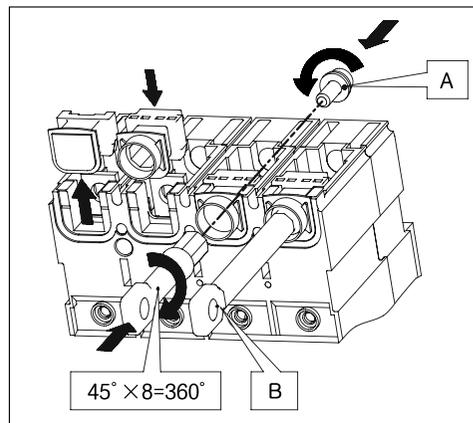

Рис. 1 Задние клеммы плоского типа
1. Следует установить ЗАДНЮЮ КЛЕММУ так, как показано на рис. 1, 2.
(Install the Rear Terminal to the circuit breaker as shown in the fig.1, 2.)
(Fig. 1) Rear Terminal Bar Type